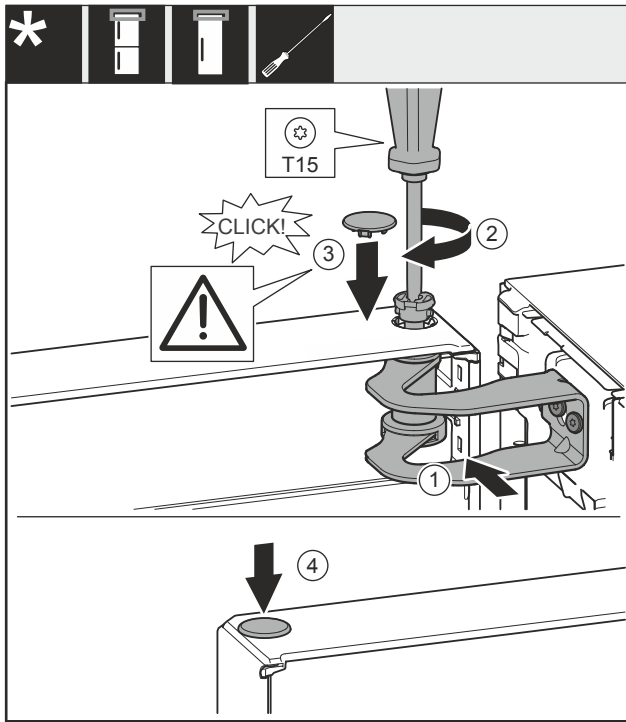

Fig. 36
- Vrata poravnajte z odprtino v ležajnem podstavku Fig. 36 (1).
- Vstavite sornik Fig. 36 (2) in ga zategnite z izvijačem.
- Vstavite pokrov Fig. 36 (3).
- Preverite, ali pokrov Fig. 36 (3) pravilno leži na vratih.
- Vstavite pokrov Fig. 36 (4).